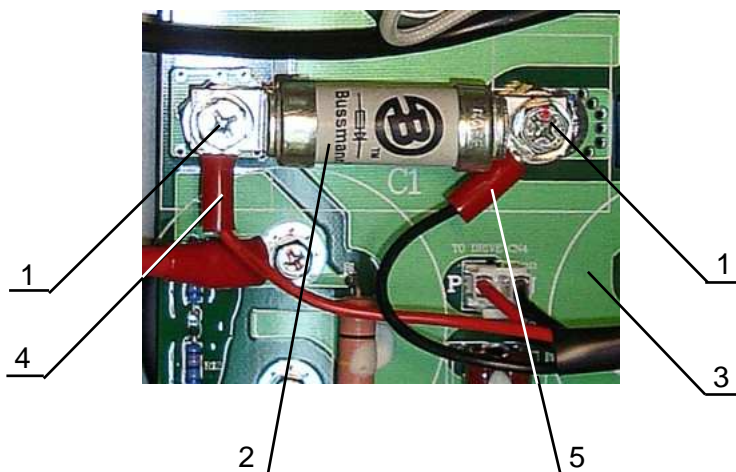

Рис. 6.13
6.10.1. Выкрутить два винта 1 крепления предохранителя 2 к емкостной плате 3 (рис. 6.13).
6.10.2. Отвести в сторону наконечники проводов 4 и 5 (рис. 6.13). Снять предохранитель, положить предохранитель и винты в тару.